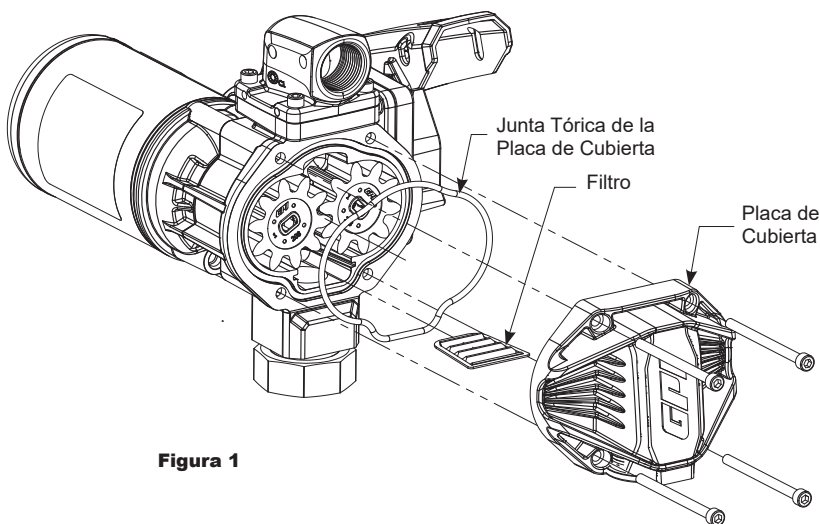

Figura 1
1. Apague la bomba y desconéctela de la corriente. Con una llave hexagonal de 5 mm, retire la placa de cubierta, la junta tórica y el filtro de entrada e inspeccione en busca de daños u obstrucciones (vea Figura 1). Limpie el filtro con un cepillo de cerdas suaves y disolvente. Si el filtro está muy sucio, se puede usar aire comprimido. Si está dañado, reemplace el filtro.